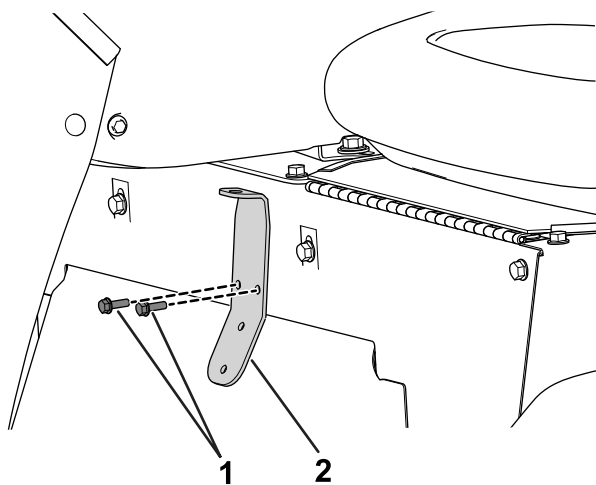

Figura 28
2. Utilice 2 tornillos con cabeza hexagonal ranurada (1/4"-20 x 1/2") para sujetar el soporte de la válvula a la base del asiento (Figura 28).